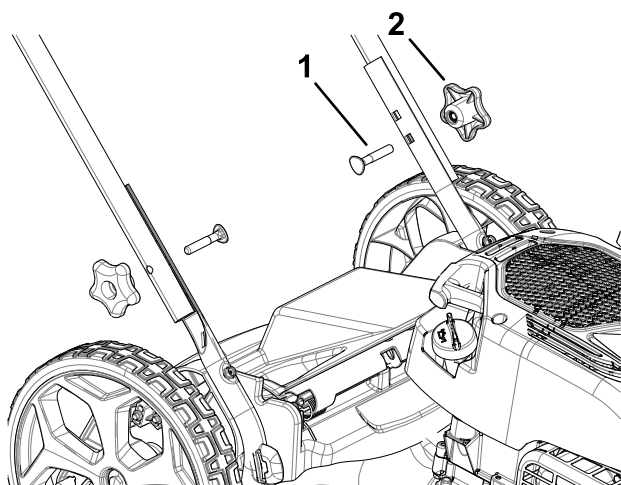

Figura 3
1. Retire los pomos y los pernos del manillar de la carcasa de la máquina (Figura 3).
2. Sujete el manillar a la carcasa de la máquina (Figura 3).